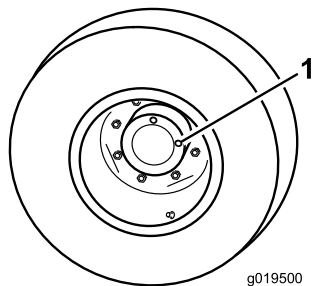

Figura 66
1. Con la máquina en una superficie nivelada, coloque la rueda con un tapón de verificación (Figura 66) en la posición de las 12 y el otro en la posición de las 3.
1. Tapón de verificación (2)
2. Retire el tapón de la posición de las 3 (Figura 66). El aceite debe llegar a la parte inferior del orificio del tapón de verificación.